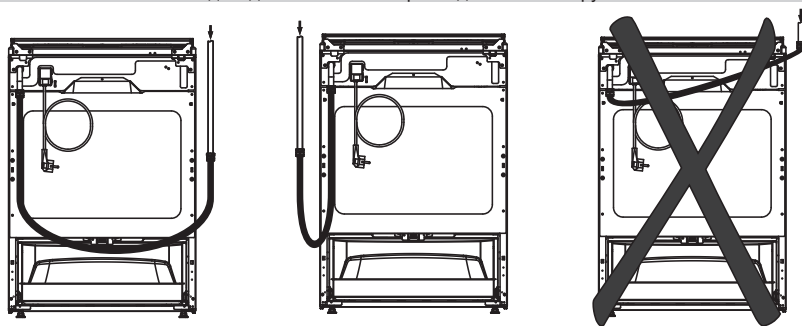

рис. 4
- гибкий присоединительный рукав не должен проходить в зоне горячего воздуха дымохода и касаться задней стенки плиты (рис. 4);
! **ПОМНИТЕ!** После установки плиты на место обязательно проверьте положение гибкого шланга подвода газа и шнура питания (рис. 4). Они не должны проходить над дымоходом и касаться задней стенки плиты. Во время работы духовки там возникает высокая температура, которая может их повредить.